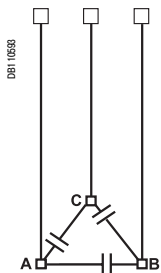

Рис. 12. Подключение конденсаторов
- Чтобы полностью разрядить конденсаторы, последовательно замкните выводы: АВ, АС и ВС (рис. 12).